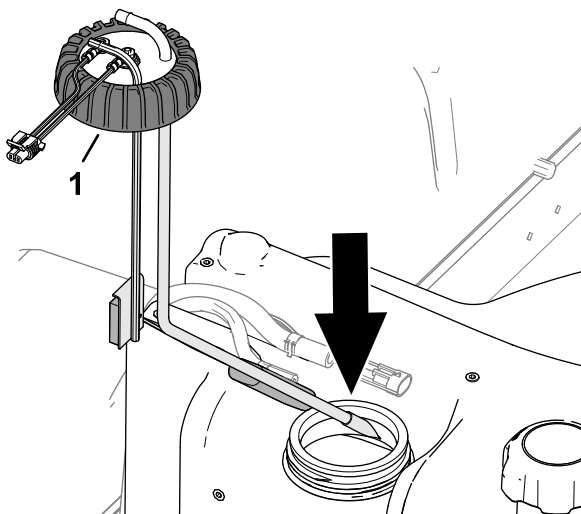

Figura 92
2. Montați cu atenție tubul de colectare a combustibilului și flotorul în rezervorul de combustibil (Figura 92).